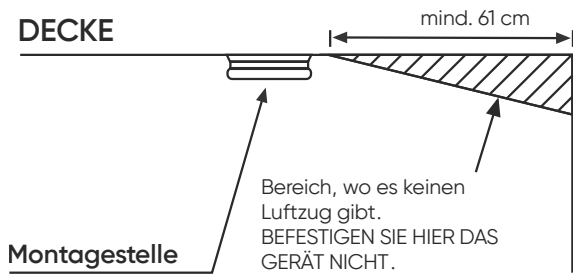

Abb.9
1. Select the suitable installation location as shown in fig. 9 and 10.
1. Wählen Sie die richtige Stelle der Montage gemäß der Abb. 9 und 10.